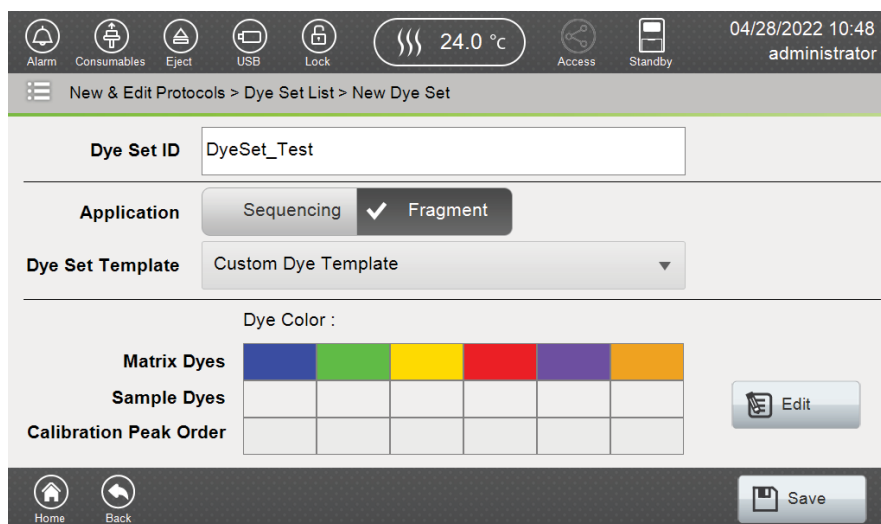

図 143 New Dye Set 画面
3. Dye Set の ID を入力し、適した Application と Dye Set のテンプレートを選択後、**Edit** を押してください。（図 143）